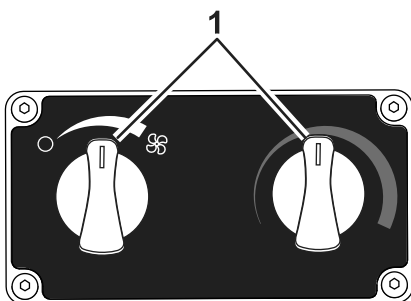

Figura 6
6. Spostate le manopole di comando sulla posizione centrale, come illustrato nella Figura 6.